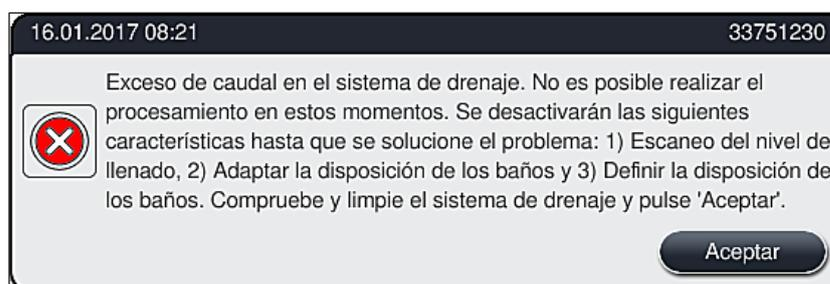

Fig. 118
El bloqueo del sistema de desagüe de agua (en el tamiz de desagüe (→ "Fig. 96-1") o en la tubería de desagüe (→ "Fig. 7-1")) puede producir el aumento de los niveles de agua en la bandeja de desagüe. Como resultado, se puede alcanzar un nivel de agua crítico en el instrumento. El usuario recibe un mensaje de error (→ "Fig. 118") en la pantalla y suena una alarma.
1. Abra la cubierta del instrumento si aparece el mensaje de advertencia (→ "Fig. 118").